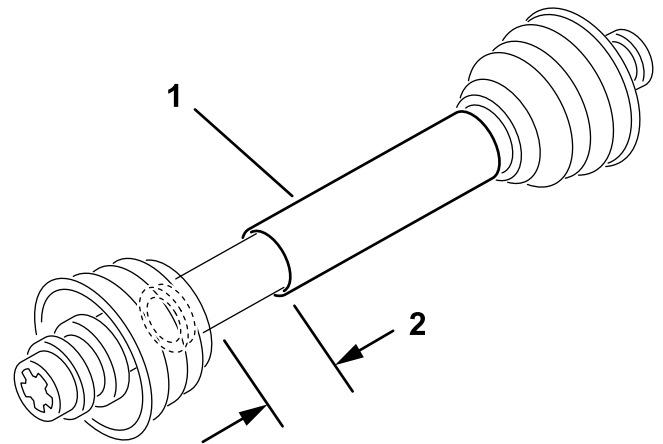

Figure 2
3. Quand l'arbre de PDF est accouplé à la machine, les 2 moitiés doivent disposer d'au moins 37 mm de jeu supplémentaire pour se rétracter à sa longueur la plus courte (**Figure 2**).